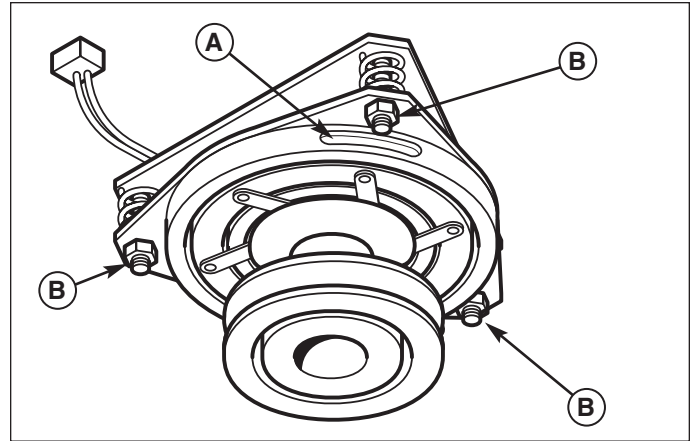

Figure 44. Réglage de l'embrayage de la PDF
2. Voir la Figure 44. Noter la position des 3 orifices de réglage (A) situés sur le côté de la plaque de freins et les écrous de réglage à filetage autofreinant (B).
4. Serrer alternativement les écrous de réglage (B, Figure 44) jusqu'à ce que la face du rotor et la face de l'induit entrent juste en contact avec la jauge.